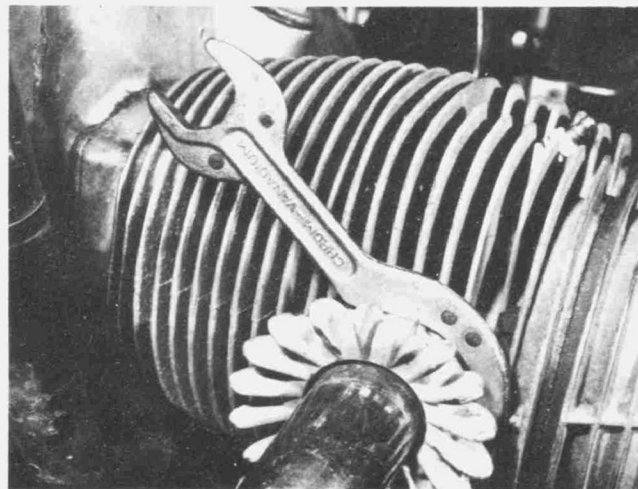

Bild 7
- Die beiden Sternmutter mit dem zum Bordwerkzeug gehörenden Hakenschlüssel abschrauben (Bild 7). Die Sternmutter dürfen nicht mit dem Dorn abgeprellt werden, da sie aus Leichtmetall gegossen sind. Spätere Baumuster haben keine Bohrungen zum Ansetzen eines Hakenschlüssels; bei ihnen wird ein Spezialwerkzeug benötigt, welches in die Flügel der Auspuffmutter eingreift. Falls die Auspuffmutter festsitzen, ist rostlösendes Öl zu benutzen.